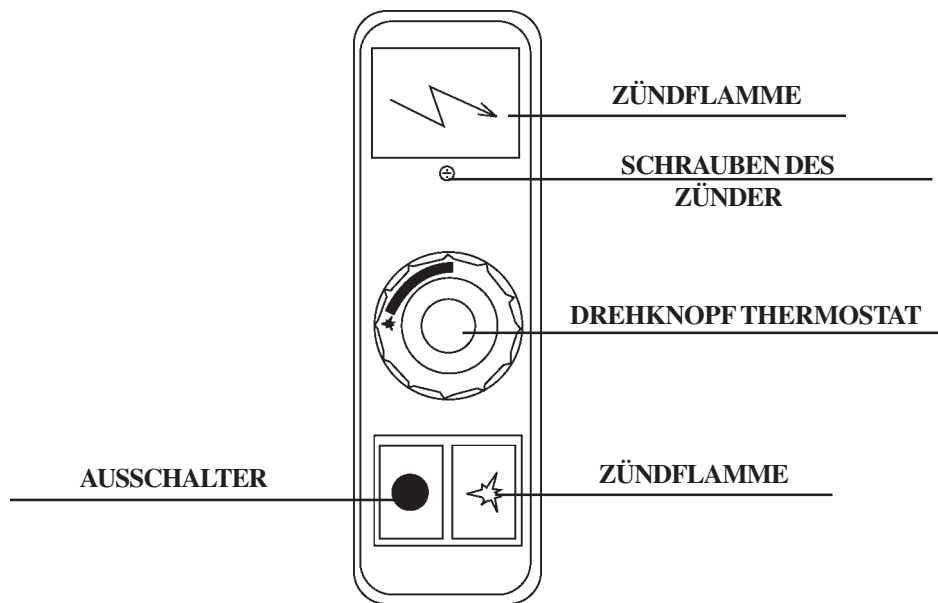

Abb. 9
**E) Thermostatisches Ventil (Abb. 9)**
ACHTUNG: Die Knöpfe müssen wie in der Abb. 9 gezeigt sein – die Unterbrechung der Thermoelements nicht vergessen!
**5.1 ANZÜNDEN DES LEITFLAMMENBRENNERS (ABB. 9)**